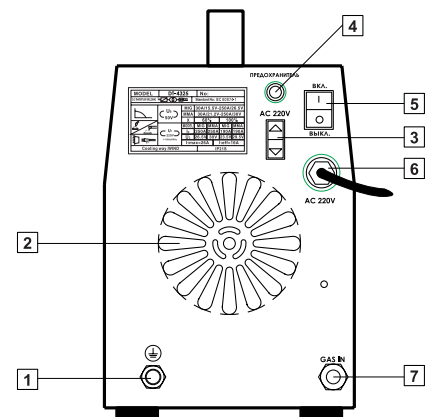

рис. 2
ЗАДНЯЯ ПАНЕЛЬ рис.2:
- Убедитесь, что сетевой выключатель (5) (см. рис. 2) находится в положении «ВЫКЛ».
1. Подсоедините сетевой кабель электропитания (см. рис. 2) к источнику однофазного переменного тока напряжением 220 В частотой 50 Гц.